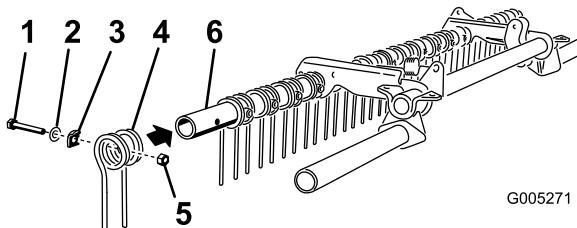

**Bild 2**
3. Ersetzen Sie die Schwenkrohrhalterung durch eine Anschlussklemmenhalterung und befestigen Sie diese mit den vorher abgenommenen Schrauben und Muttern am Rahmen (Bild 2).
5. Montieren Sie außen an jeder Anschlussklemmenhalterung eine Schutzvorrichtung mit zwei Schrauben und Muttern (Bild 2). Positionieren Sie die Schutzvorrichtungen so, dass die Schilder nach oben zeigen.
6. Haken Sie das kurze Ende der Verlängerungsfeder (im Kit enthalten) in den Schlitz am Schwenkrohr (Bild 2).
7. Wenn die Schwenkhalterung und die Schraube (3/8 x 2-3/4 Zoll) nicht installiert sind, setzen Sie diese an der linken Seite der Werkzeugleiste zwischen der vierten und fünften Gruppe der Zinken ein (Bild 2).
9. Haken Sie abschließend das lange Ende der Verlängerungsfeder in den Schlitz an der Federhalterung der Werkzeugleiste ein (Bild 2).